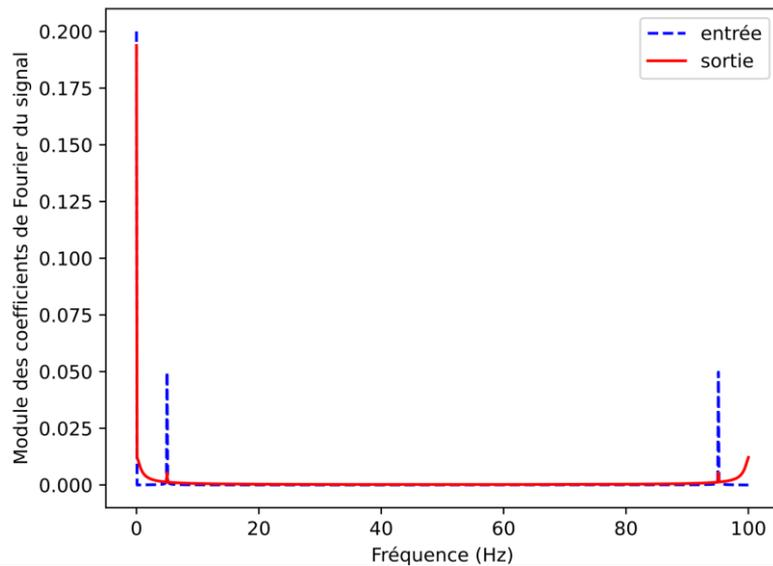

Figure 15. Représentation spectrale
Le document 4 nous donne un code pour réaliser ce filtrage numérique. On obtient alors la représentation spectrale du signal de sortie en Figure 15.
48) Expliquer l'allure du spectre obtenu en Figure 15.